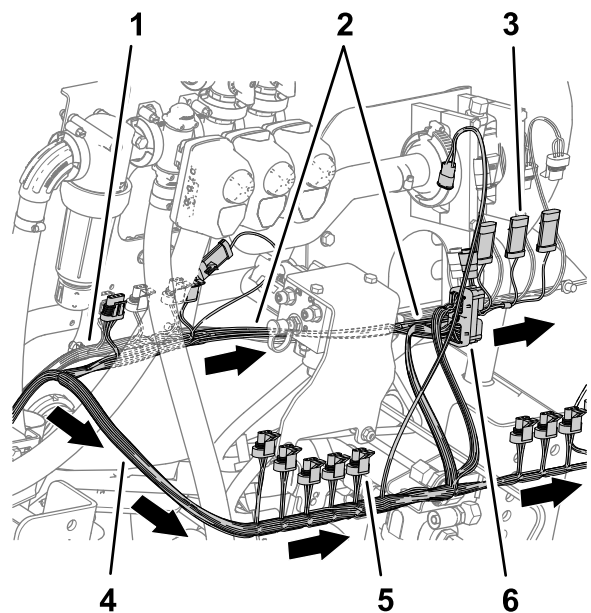

Figura 85
- En la parte trasera de la máquina, enrute la rama de 89 cm del arnés de cables hacia adelante, por delante del distribuidor de elevación, y a la derecha del caudalímetro, según se muestra en la Figura 85.
- Enrute la rama de 102 cm del arnés de cables por detrás del distribuidor de elevación y hacia la derecha, según se muestra en Figura 85.